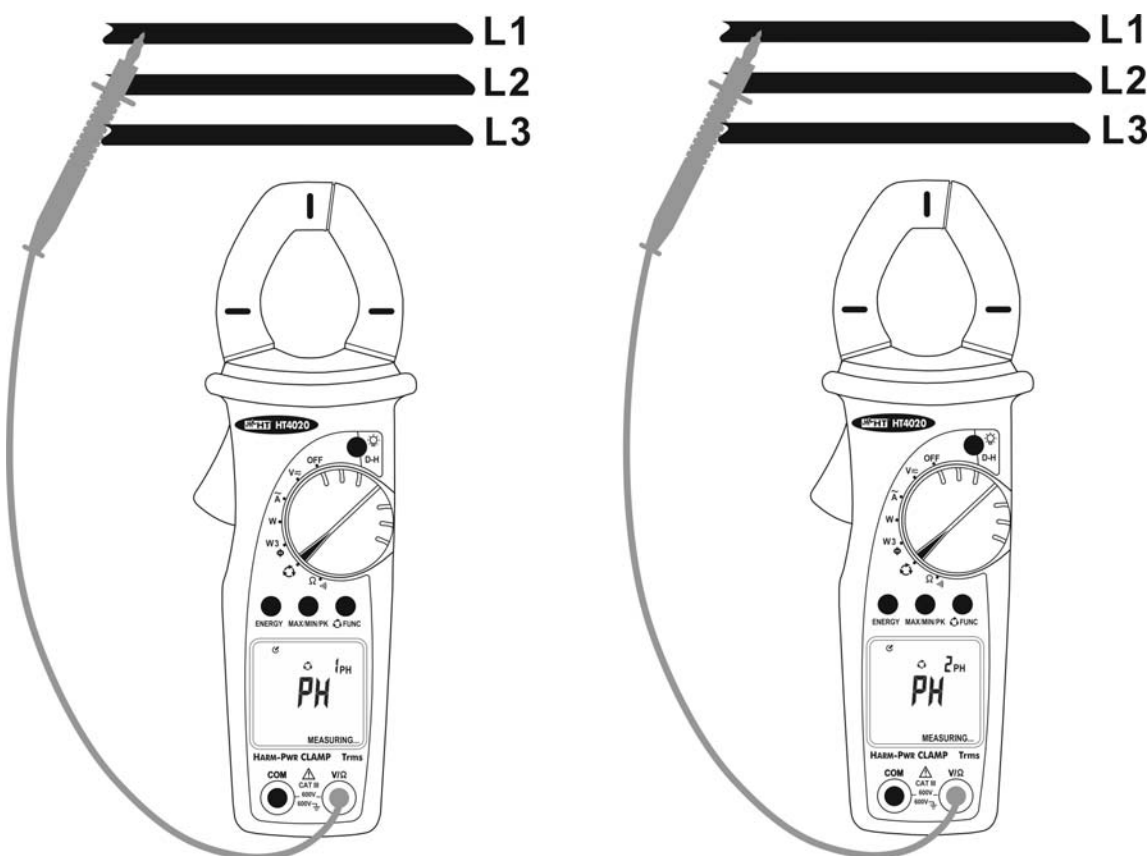

Fig. 14: Concordancia de fase a 1 terminal
3. Conecte la punta roja a la fase L1 del primero sistema trifásico (ver la Fig. 14 – parte izquierda). En alternativa use el práctico capuchón de goma para alojar la punta roja
5. Después de algunos segundos el instrumento visualiza el símbolo "MEASURING" indica que el instrumento está listo para efectuar la memorización de los valores de la tensión de la Fase (ver la Fig. 14 – parte izquierda)
8. Posicione la punta en segundo cable de la Fase L1 del segundo sistema trifásico (ver (ver la Fig. 14 – parte derecha)